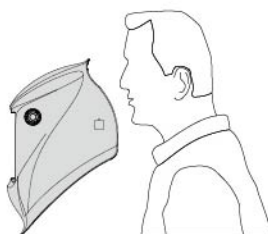

fig.11
- Orientez la coque du casque de manière à ce que l'intérieur du casque soit orienté vers votre poitrine (voir fig.11).